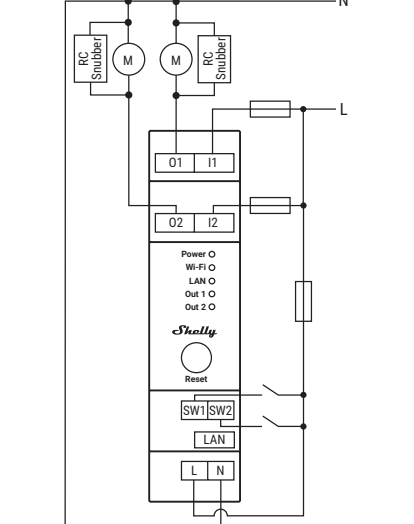

Fig. 2: Esquema eléctrico con Shelly RC Snubber
- Para cargas inductivas, conecte un *Snubber RC* en paralelo a la carga. Para más detalles, véase la Fig. 2.